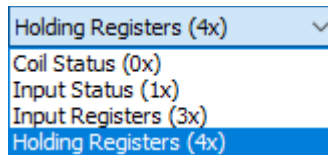

Рис. 4.5
5. Поле «Тип регистра». Здесь необходимо выбрать один из четырех типов регистра, рис. 4.5;